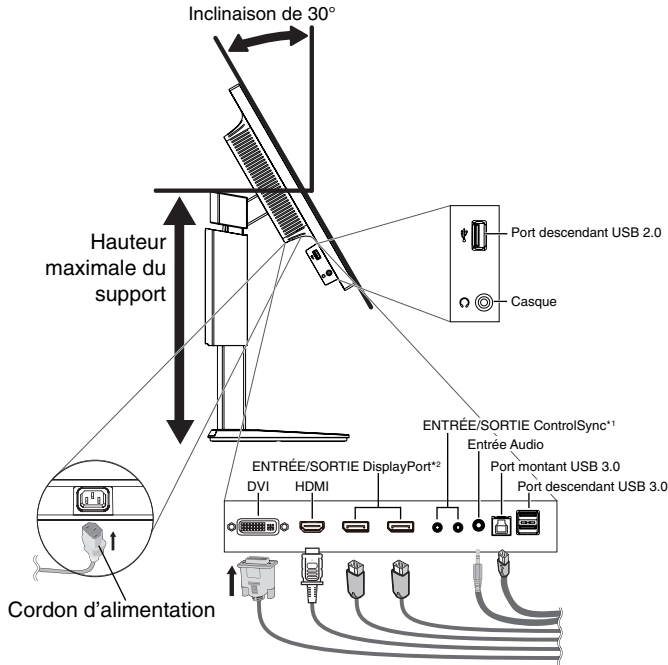
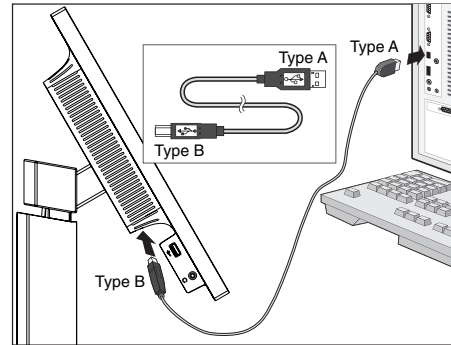

Figure C.1
Figure C.1a
- Branchez tous les câbles aux prises appropriées (**Figure C.1**). À l'aide du câble USB, branchez la prise de type B au port montant USB situé sur le côté arrière droit du moniteur et la prise de type A au port descendant de l'ordinateur (**Figure C.1a**). Si vous utilisez le cordon d'un appareil USB, branchez-le au port descendant du moniteur.